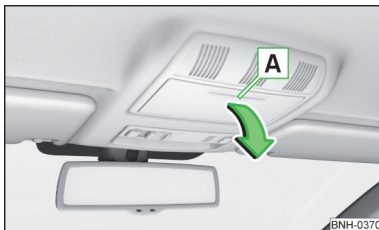

Fig. 76
- Presionar la tapa del compartimento para las gafas en la zona **A** » fig. 76.
- Girar la tapa en el sentido contrario al de la flecha » fig. 76 hasta que se oiga que encastra.